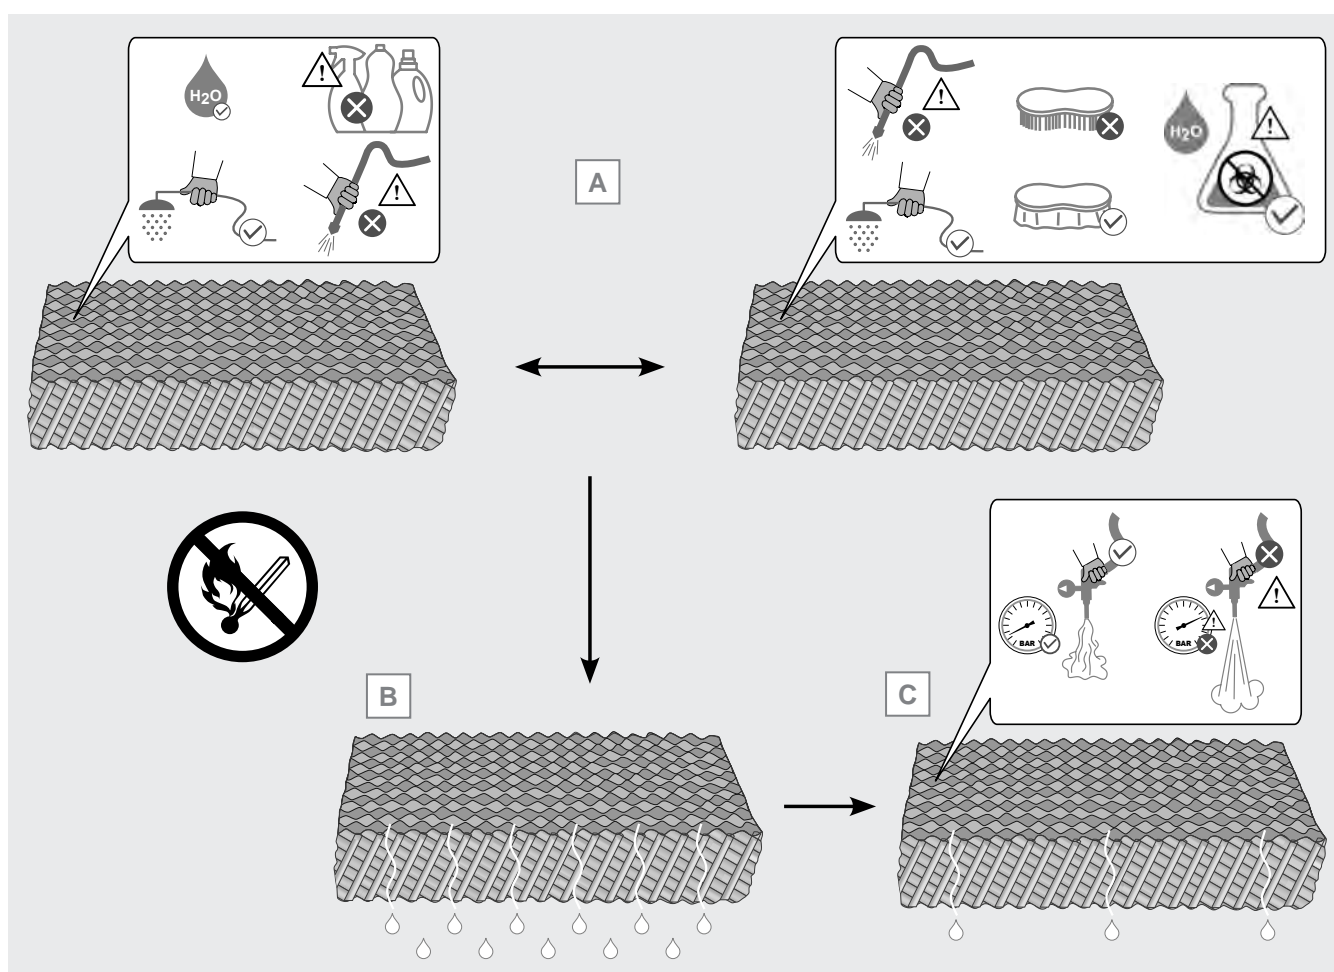

Figura 23
di batteri. Alghe, batteri e microorganismi in generale possono compromettere definitivamente la struttura del pannello e quindi la sua prestazione. V. Figura 23 A.
- 12.11.18 Una volta effettuata la pulizia, lasciare defluire l'acqua dal pannello per alcuni minuti, v. Figura 23 B. Se necessario, rimuovere l'eccesso di acqua con un getto di aria compressa a bassa pressione. Prestare attenzione a non danneggiare i pannelli con una pressione eccessiva, v. Figura 23 C.